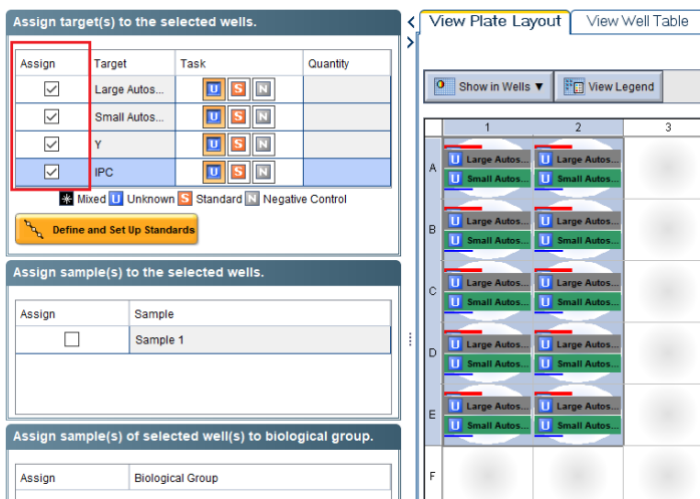

Рисунок 17
11. Расположить калибровочные образцы **St** в плашке и отметить галочками в графе «**Assign**» (рисунок 17).